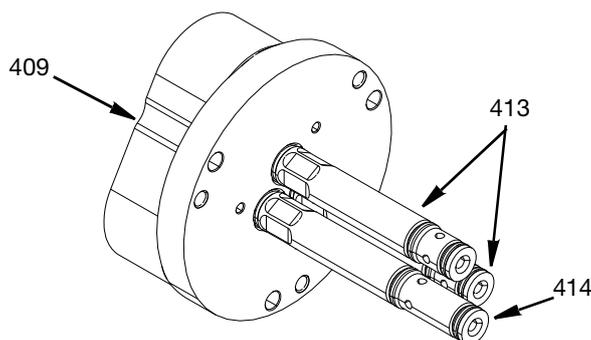

FIG. 31
5. Aplique una sola gota de fijador de roscas de resistencia media a las roscas de las guías de sellado de los cojinetes corto y largo (413 y 414) y enrósquelo en el alojamiento del cilindro de aire (409). Apriete a un par de torsión de  $20,34 \text{ N}\cdot\text{m}$  ( $15 \text{ lb}\cdot\text{pie}$ ). Vea la FIG. 31.